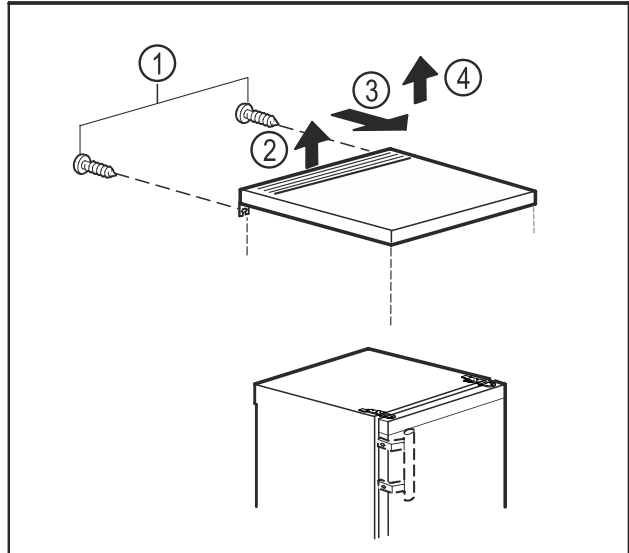

Fig. 10
- ▶ Odstraňte šrouby na zadní straně. Fig. 10 (1)
- ▶ Zvedněte stolovou desku vzadu. Fig. 10 (2)
- ▶ Stolovou desku posuňte dopředu. Fig. 10 (3)
- ▶ Stolovou desku vyjměte nahoru. Fig. 10 (4)